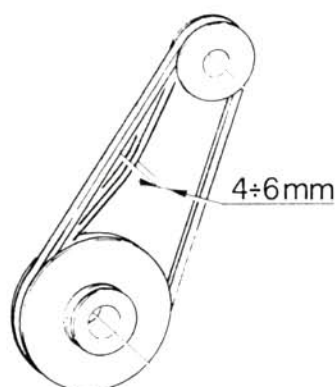

Fig. 1
- 2 Montare il motore sulle tre colonne di supporto (A), while placing the drive belts on the corresponding opposite pulleys. Before tightening the motor fixing nuts (B), control the tension of the drive-belts, which should not be too high. (Fig. 1)
- 2 Montare il motore sulle tre colonne di supporto (A), piazzando nel frattempo le cinghie di comando sulle opposte puleggie corrispondenti. Prima di serrare i dadi di fissaggio del motore (B), controllare la tensione delle cinghie di comando, assicurandosi che non siano eccessivamente tese. (Fig. 1).
- 2 Monter le moteur sur son support tripode (A) et placer les courroies d'entraînement sur les poulies correspondantes. Contrôler la tension des courroies, qui ne doivent pas être trop tendues, avant de bloquer les écrous de fixation (B) du moteur. (Fig. 1).
Den Motor auf die drei Schraubbolzen (A) stecken, wobei die Keilriemen auf die entsprechenden Scheiben gelegt werden müssen. Bevor Sie die Sechskant-Muttern festziehen, prüfen Sie die Spannung des Keilriemens für den Messerantrieb, die nicht zu hoch sein darf. Danach bringen Sie die Schutzabdeckung wieder über den Antriebsmechanismus. (Fig. 1)
Bevestig de motor op de 3 draagkolommen (A) en plaats de aandrijfriemen op de overeenkomstige tegenover elkaar geplaatste riemschijven. Voor U de bevestigingsmoeren van de motor aandraait, nagaan of de aandrijfriemen niet te strak gespannen staan. (Fig. 1)